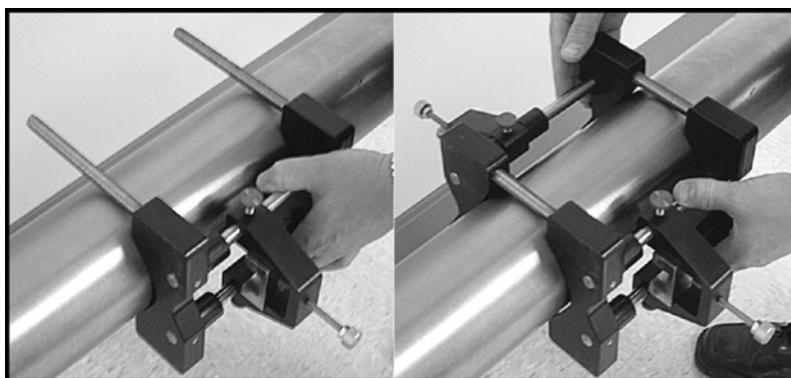

図 23: 器具の半分を取り付ける
1. クランプ器具の半分を、ねじ付きロッドが付いた状態で下の図 23 に示すように配管の周りに配置します。水平 3 時上で配管の位置に器具の向きを合わせます。
2. フィクスチャの相手側半分を、ネジ付きロッド上の 9 時の位置に配置します。下の図 23 に、取り付けられた二つの半分の示す。